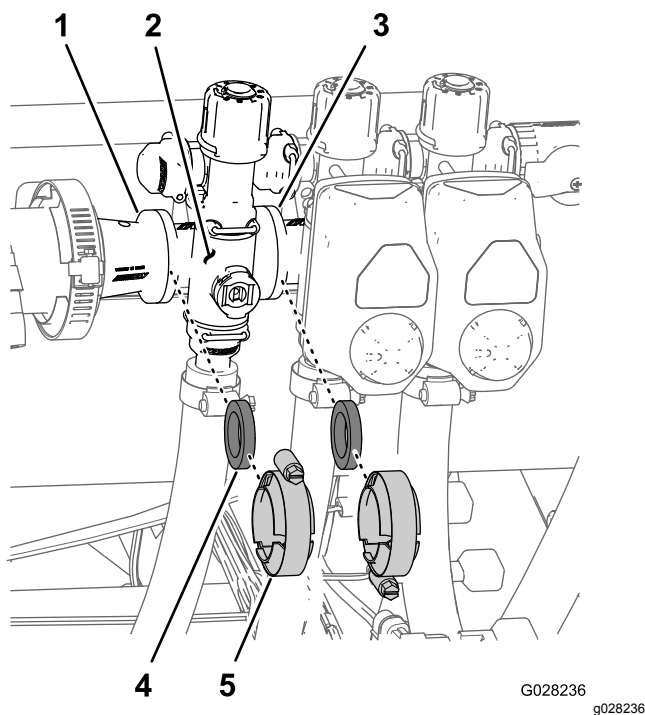

Figure 104
1. Déposez les colliers et les joints qui fixent le collecteur de la vanne de section de rampe à la vanne de section adjacente (s'il s'agit de gauche, vanne de section et accouplement réducteur), comme illustré à la Figure 104.